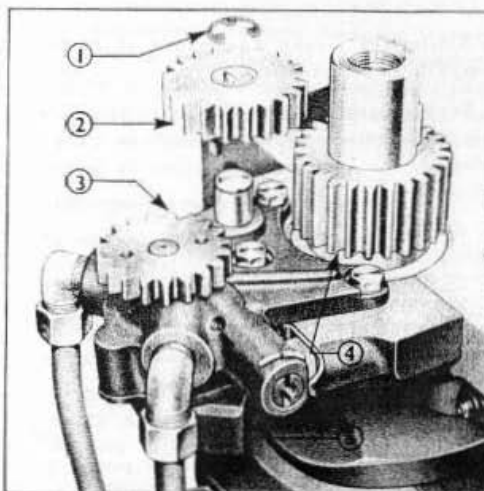

Fig. 32 = Pompe à huile et pignon de renvoi
5. Retirer le clip de fixation du pignon de renvoi de la pompe à huile, retirer le pignon de renvoi en le soulevant (Fig. 32).